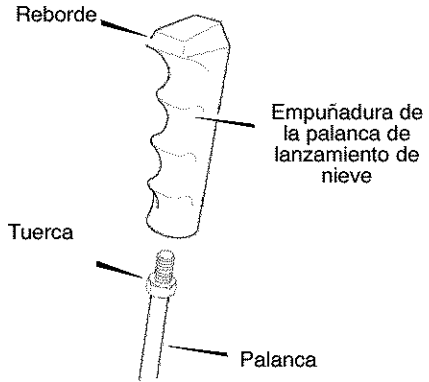

Figura 50
1. Monte la **empuñadura de la palanca de lanzamiento de nieve** en la **palanca** hasta que quede apretada contra la **tuerca** (vea la Figura 50).
1. Monte la **empuñadura de la palanca de lanzamiento de velocidad** en la **palanca** hasta que quede apretada contra la **tuerca** (vea la Figura 50).